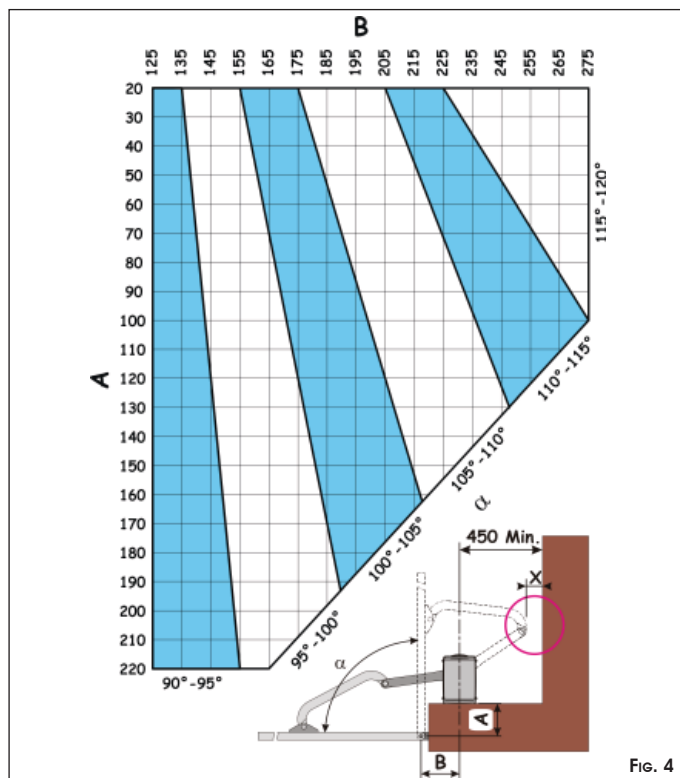

FIG. 4
Per determinare la posizione di fissaggio dell'operatore procedere come segue, aiutandosi con la Fig.4:
- Verificare che sia rispettata la quota minima di 450mm riportata nella Fig.4.
- Una volta installato l'operatore verificare che la quota "X" di Fig.4 sia minimo 500mm. Se la quota "X" è inferiore ai 500mm è necessario eseguire una prova d'impatto nel punto evidenziato in Fig.4, come descritto nella norma UNI EN12445 e verificare che i valori rilevati siano conformi con quanto stabilito dalla norma UNI EN 12453.